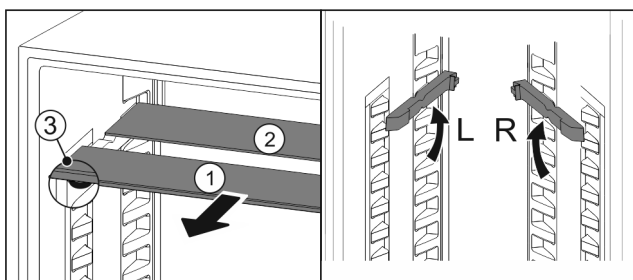

Fig. 37
- Trekk glassplatene enkeltvis fremover og ut Fig. 37 (1).
- ▷ Glassplate Fig. 37 (1) med pyntelist ligger foran.
- ▷ Stoppere Fig. 37 (3) peker nedover.